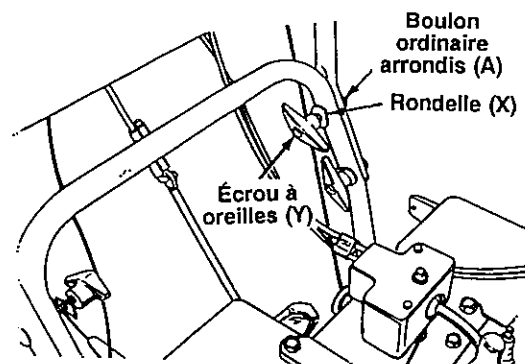

FIGURE 6
- Relevez le guidon supérieur jusqu'à ce qu'il se bloque sur le guidon inférieur. Bloquez les trous supérieurs du guidon avec les boulons ordinaires, les rondelles et les écrous à oreilles qui restent. Voir la figure 6.